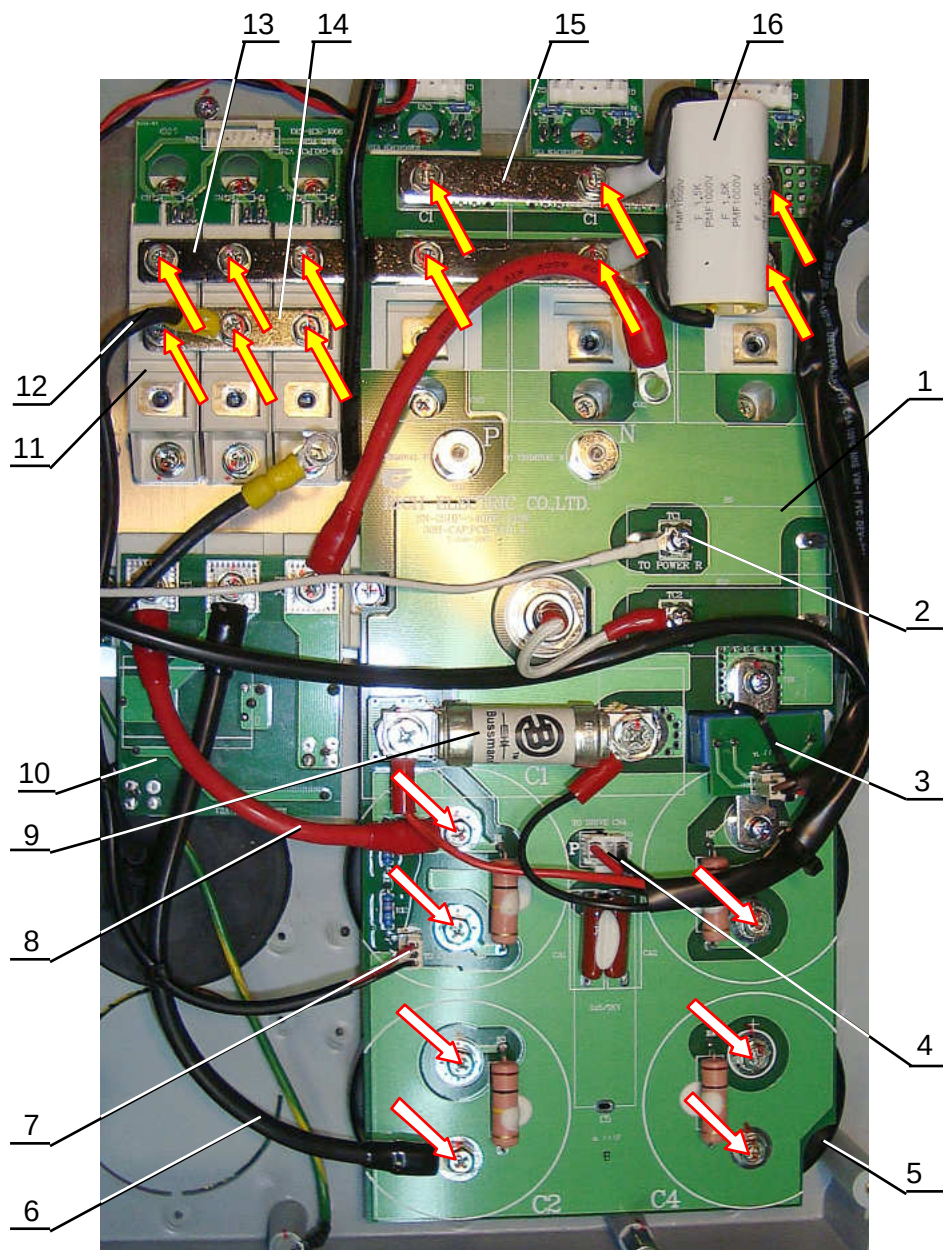

Рис. 6.15.
6.10.4. Выкрутить винт 2 крепления наконечника провода цепи предзаряда M3,5x8 с фигурной шайбой от клеммы ТС1 емкостной платы 1 (рис. 6.15). Положить винт в тару.
6.10.5. Отсоединить розетку 4 жгута питания платы драйверов от разъема CN3 емкостной платы (рис. 6.15). Жгут положить в тару.
6.10.6. Отсоединить розетку 7 жгута индикатора заряда от разъема CN1 емкостной платы (рис. 6.15).
6.10.8. Выкрутить двенадцать винтов (желтые стрелки на рис. 6.15) крепления шин 13, 14, и 15 к емкостной плате 1, диодно-тиристорным модулям 11 и модулям IGBT. Снять наконечник 12 вывода реактора, конденсатор 16 и шины 13, 14, 15. Положить шины, винты и конденсатор в тару.
6.10.9. Выкрутить семь винтов (белые стрелки на рис. 6.15) крепления емкостной платы 1 к конденсаторам 5. Снять наконечники проводов 6 и 8, снять емкостную плату. Положить плату и винты в тару